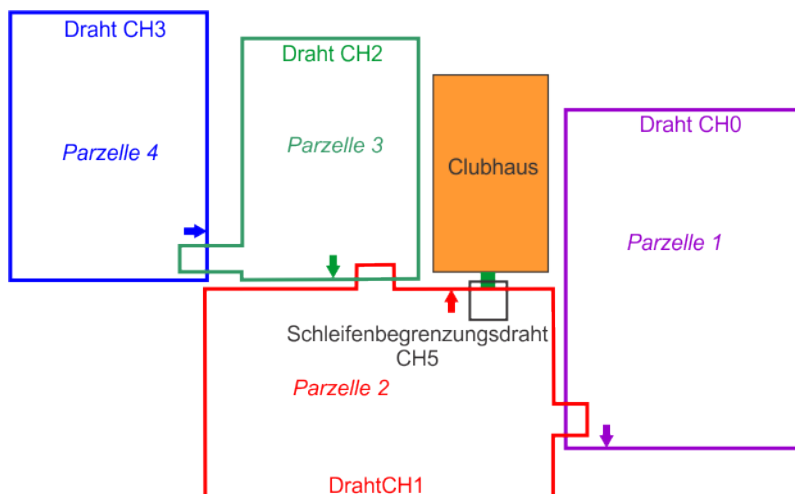

Abbildung 174: Abschließende Drahtverlegung mit GPS-Punkten
- c. Wählen Sie **GPS-Punkte** aus und definieren Sie einen GPS-Punkt für die Rückkehr zur Ladestation von dieser Parzelle. Die GPS-Punkte sind in Abbildung 174: Abschließende Drahtverlegung mit GPS-Punkten (Seite 149) als Pfeile abgebildet. Weitere Informationen zum Erstellen eines GPS-Punkts finden Sie unter Anfahren und Verlassen einer Ladestation mit Schleife per GPS (Seite 129).
9. Wenn alle RTK-GPS-Zonen richtig definiert sind, müssen Sie die Drahtverlegung in den Parzellen 2 und 3 ändern und die Überlappungen einschließen, wie in Abbildung 174: Abschließende Drahtverlegung mit GPS-Punkten (Seite 149) dargestellt.